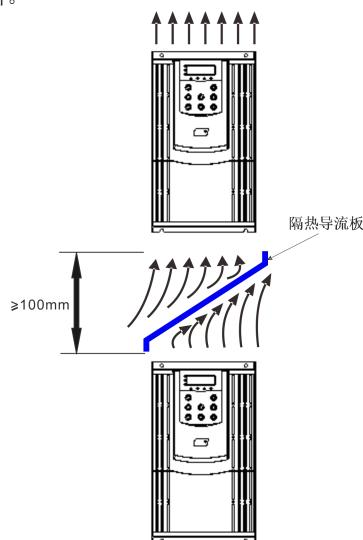

图3-2. ES100驱动器安装示意图
- 1) 请垂直安装驱动器，便于热量向上散发。但不能倒置。若柜内有较多驱动器时，最好是并排安装。在需要上下安装的场合，请参考图3-2的示意，安装隔热导流板。